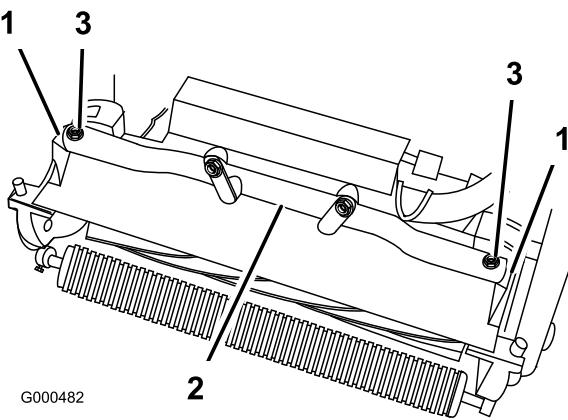

Figure 45
4. Retirez les (2) boulons de fixation des bras de pivot du plateau de coupe au tube du bâti du groupe de déplacement (Figure 45).
5. Tournez les bras de pivot vers l'avant (Figure 45) et appuyez le groupe de déplacement sur la bêquille bloquée.